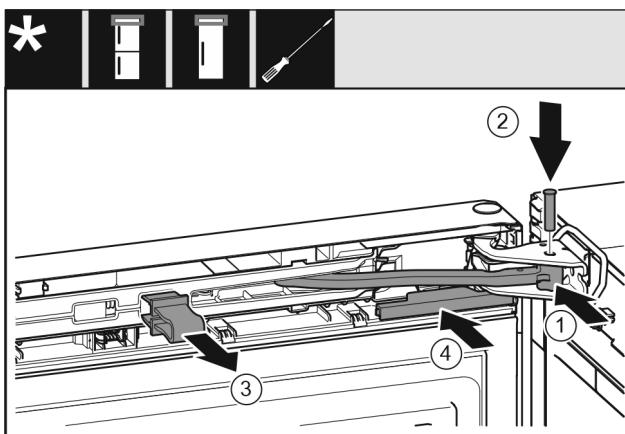

Fig. 21
- Okrenite zglob u podlošku ležaja. Fig. 21 (1)
- Umetnite svornjak u podložak ležaja i zglob. Pritom pazite da ispuštenje za blokiranje ispravno dosjedne u utor. Fig. 21 (2)
- Skinite osigurač. Fig. 21 (3)
- Nataknite pokrov. Fig. 21 (4)